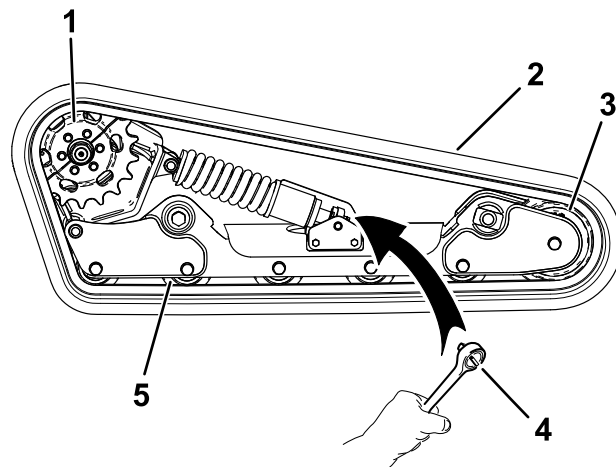

Figura 61
8. Utilizando uma chave de ½ polegada, liberte a tensão de acionamento rodando o parafuso tensionador no sentido dos ponteiros do relógio (Figura 57 e Figura 61).
5. Roda de estrada (5)
9. Retire os três parafusos que fixam a metade da roda motora que não está engatada com a lagarta (Figura 61).
14. Enrole a nova lagarta à volta da roda dianteira, depois enrole a lagarta à volta do cubo de transmissão na lateral sem a roda motora (Figura 61).
15. Empurre a lagarta por baixo e entre as rodas da estrada e envolva-a à volta da estrutura (Figura 61).